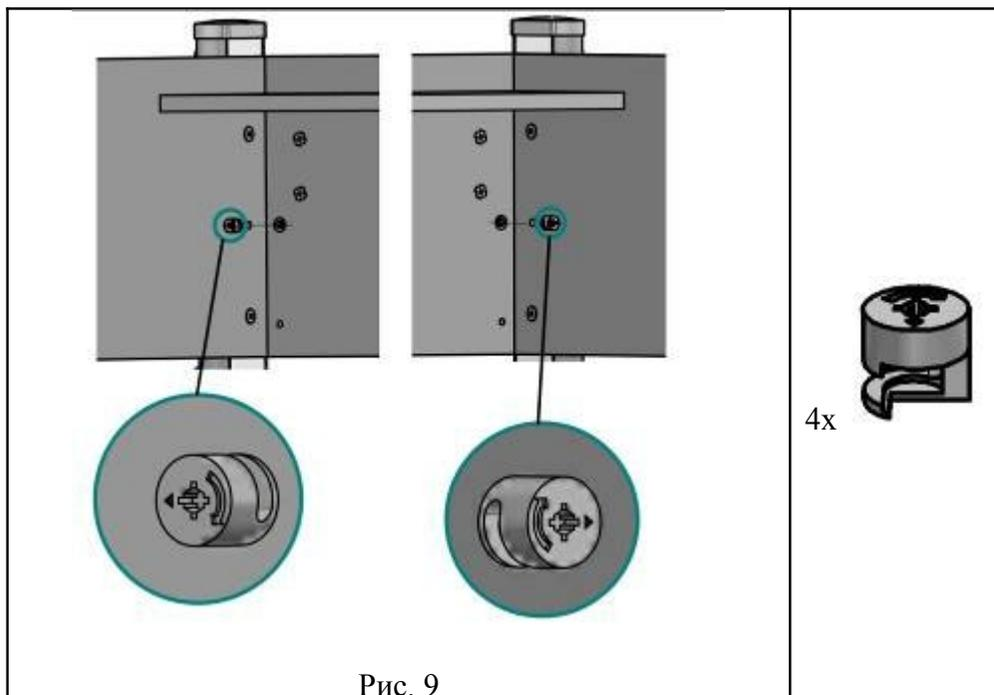

Рис. 9
4.3.4. Вставить эксцентрики (поз. 4 пакет №3) в отверстия основания стола согласно рис. 9, повернуть эксцентрики по часовой стрелке до упора (max 180°).
Рис. 9а